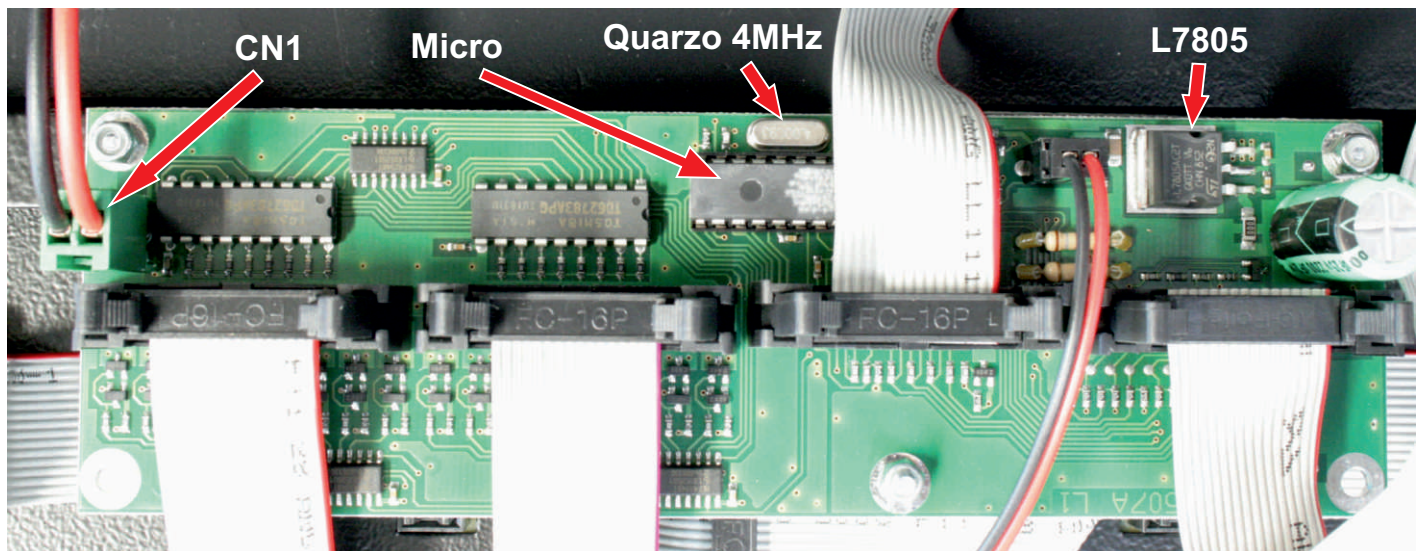

Fig.5 Scheda FAV.A507 - CPU PS-x
Verificare se sul connettore CN1 della scheda CPU (vedi fig.5 a pag.2) è presente la tensione di alimentazione +12Vdc. Il filo rosso è il positivo. Se non presente, verificare il breve percorso dal connettore CN1 al connettore di ingresso dell'alimentazione, fissato sul contenitore, per identificare dove avviene l'interruzione.
A) Verificare la presenza dei +12Vdc e dei +5Vdc sul componente L7805. Vedi fig.5 e fig.2 a pag.2.
1) Estrarre e reinserire il MICRO (vedi fig.5) dallo zoccolo, verificando che tutti i piedini siano dritti e non piegati.